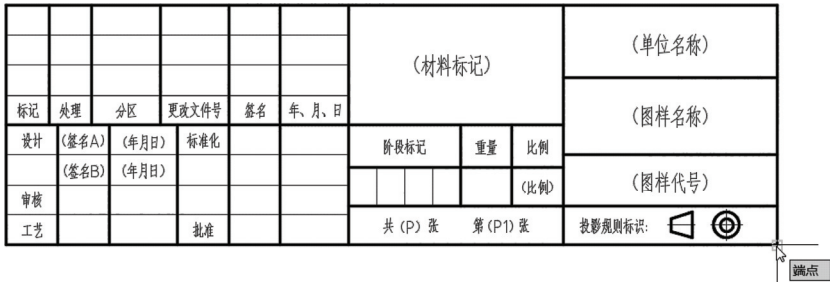

图 6-46 指定插入基点
- 11) 在“块定义”对话框的“基点”选项组中单击“拾取点”按钮，选择图 6-46 所示的端点作为块的插入基点。